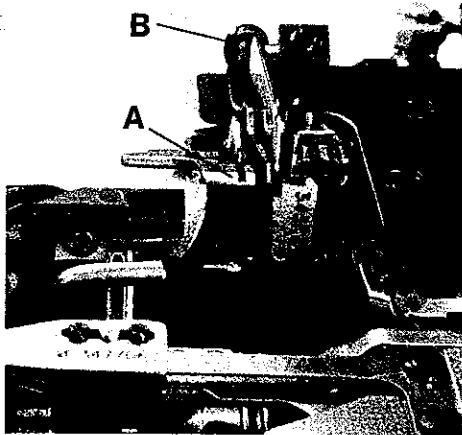

Fig.17
For cleaning in the area of the take-up remove the cloth plate. Flip-up cast-off plate (A, Fig. 17), as for threading and screw out stop screw (B) until the cast-off plate has fully swung up and rests on the bed casting.
Zur Reinigung im Bereich des Fadenaufnehmers muß die Stoffplatte entfernt werden. Schwenken Sie die Fadenaufnehmerplatte (A, Fig. 17), wie zum Einfädeln, nach oben und drehen Sie die Anschlagschraube (B) soweit heraus, daß die Fadenaufnehmerplatte ganz nach oben ausgeschwenkt am Gehäusefuß anliegt.